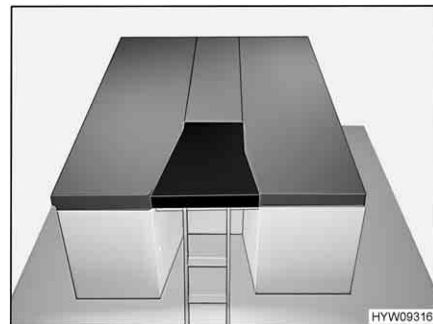

Fig. 103 Posizionamento del cuscino aggiuntivo
- Posizionare il cuscino aggiuntivo fornito tra i letti singoli (Fig. 103).